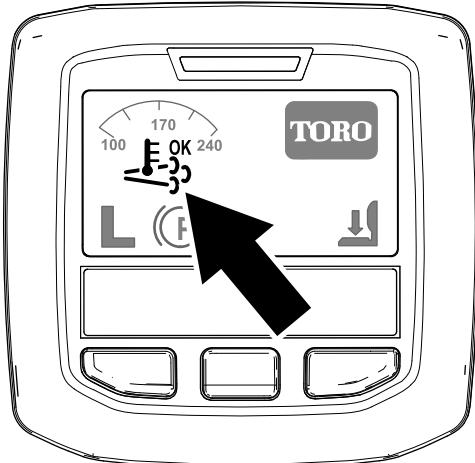

Figura 28
- Nell'InfoCenter viene visualizzata l'icona di rigenerazione assistita/ripristino (Figura 28).